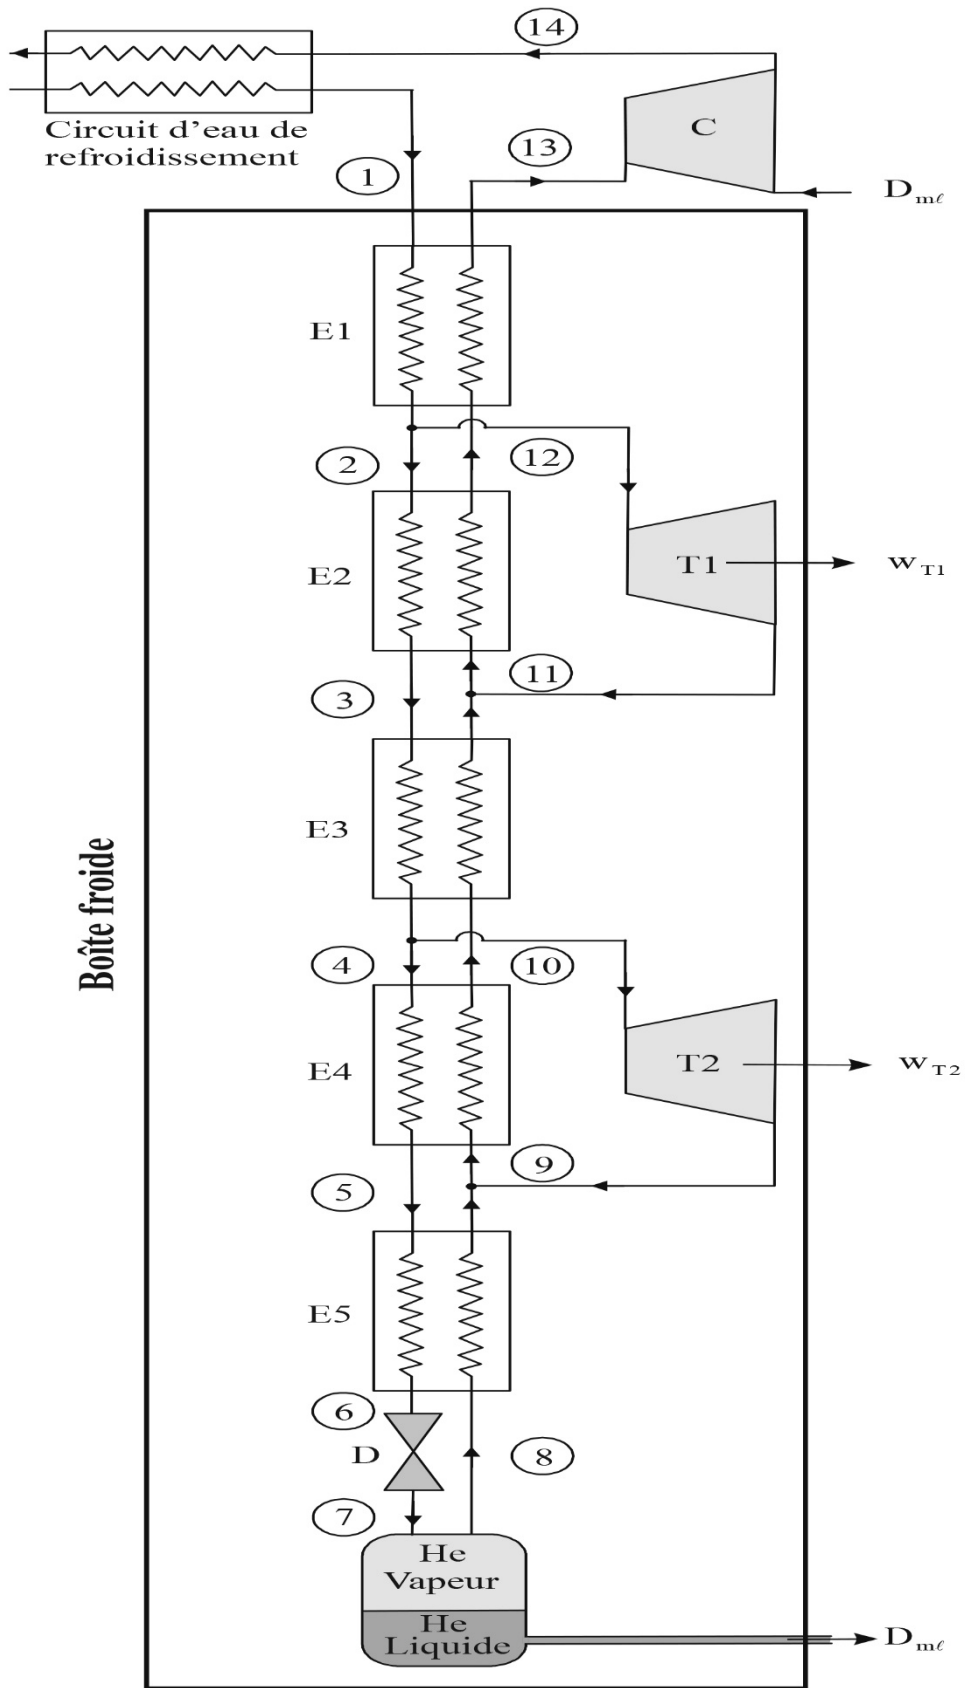

Figure 2 : cycle de Claude
On souhaite refroidir de l'hélium selon un cycle de Claude. Dans ce cycle, on pré-refroidit l'hélium avant de le liquéfier partiellement en lui faisant subir une détente de Joule-Thomson. Le principe de la machine thermique est représenté en figure 2, page 3.
- $h_i$  l'enthalpie massique du fluide dans l'état thermodynamique n (i), correspondant sur la figure 2 au repère noté i ;